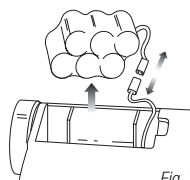

Fig. 13
- 4 Soulevez doucement le bloc-piles et débranchez les bornes en tirant sur les câbles des bornes. Retirez le bloc-pile. (Fig. 13)